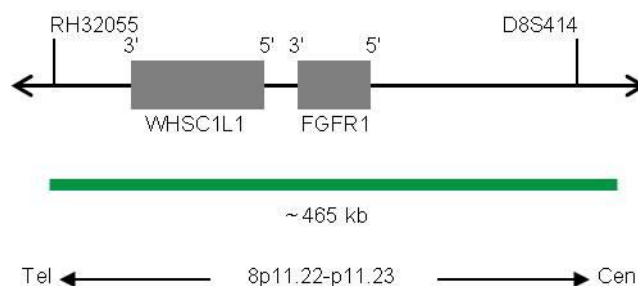

Fig. 1 : Carte de la sonde SPEC FGFR1 (pas à l'échelle)
- Polynucléotides marqués au ZyGreen (excitation 503 nm/émission 528 nm) (~10 ng/μl), qui ciblent une séquence de 8p11.22-p11.23\* (chr8:38,063,906-38,527,745) hébergeant la région du gène FGFR1 (voir figure 1).